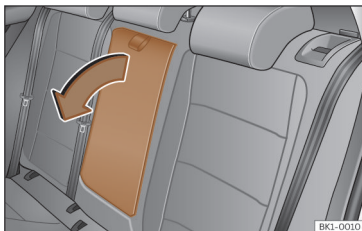

Abb. 91 Herausklappbare Mittellarmlehne hinten (schematische Darstellung).
- Zum *Ausklappen* der Armlehne, Zugschleife in Pfeilrichtung ziehen >>> (**Abb. 91**).